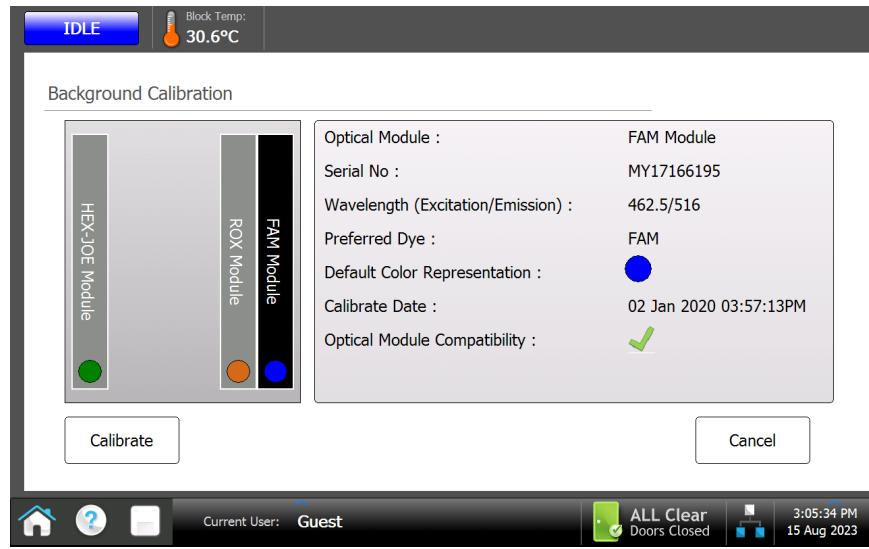

图 49 “背景校准”屏幕
- 3 在“系统设置”屏幕上，按 **Background Calibration (背景校准)**。此屏幕显示安装在仪器每个插槽中的光学模块的背景校准状态和其他属性（请参阅图 49）。要查看特定的已安装光学模块的属性，请按屏幕左侧与该模块插槽对应的条。